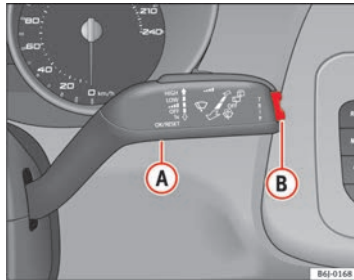

Abb. 34 Scheibenwischerhebel: Taste A und Wippe B
- Bei eingeschalteter Zündung kurz die Taste ⇒ Abb. 34 **(A)** am Scheibenwischerhebel betätigen, um zwischen den beiden Speichern zu wechseln.